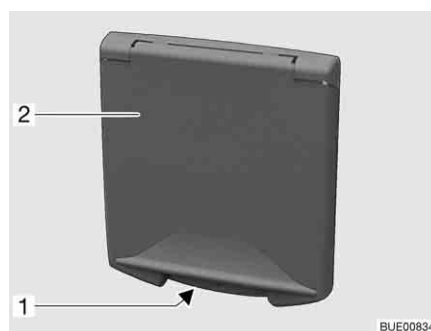

Fig. 67 Portillon pour le raccordement 230 V
- Dans la poignée encastrée (Fig. 67,1), saisir le portillon extérieur (Fig. 67,2) et le faire basculer vers le haut.